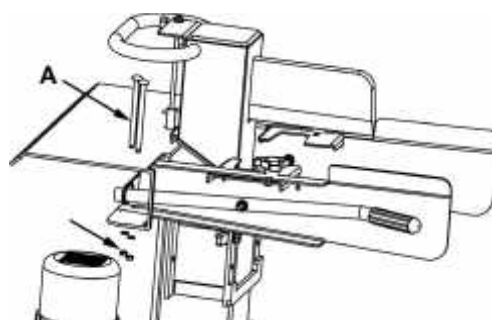

Fig.7
4.2.2.1- Montaggio delle leve di comando (Fig.7)
- Bloccare la leva di comando con il perno di bloccaggio (A).